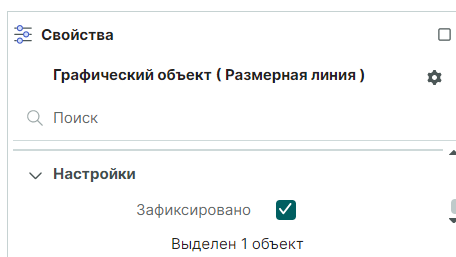

Рис. 261 Раздел «Настройки»
6. Раздел «Настройки» включает функцию запрета на изменение геометрии и положения размерной линии с помощью установки флага в чек-бокс «Зафиксировано», см. Рис. 261.